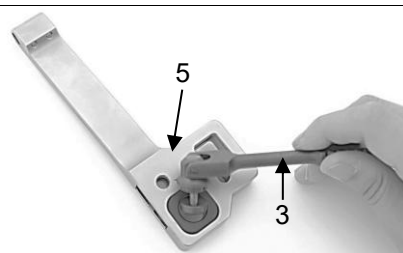

Fig. 15
Sätt först in drivspaken (3) i det avsedda urtaget i lådan (5) (fig. 15).